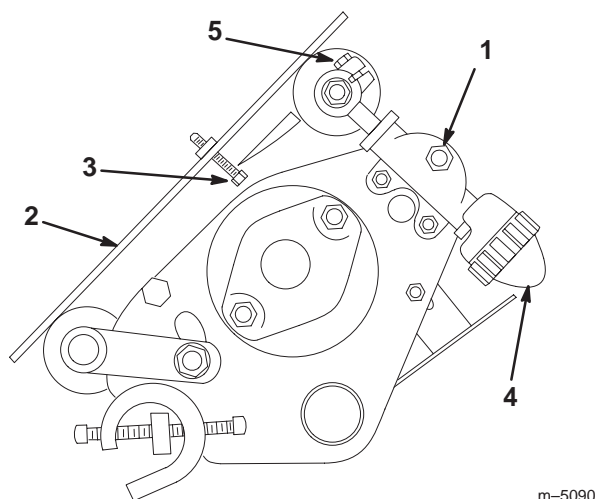

Figure 7
1. Pour régler la hauteur de coupe du plateau de coupe à 6 mm ou moins, réglez le rouleau arrière à la hauteur de coupe la plus basse (voir Mise à niveau de l'ensemble rouleau arrière/cylindre, page 8). Pour régler la hauteur de coupe, retournez le plateau de coupe et desserrez les contre-écrous de fixation du bouton de réglage à chaque extrémité du plateau de coupe (Fig. 7).